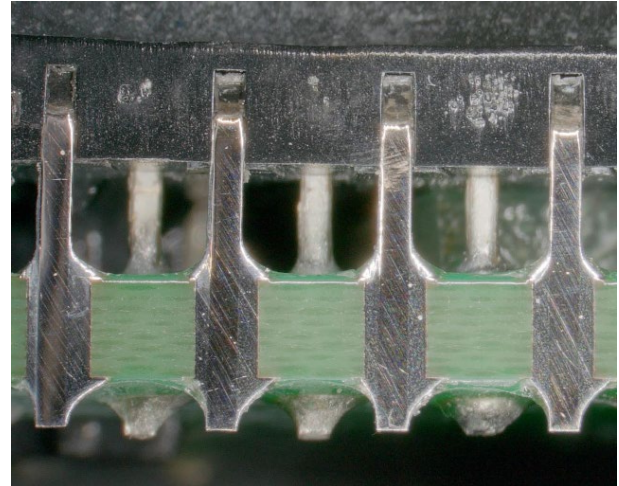

Abbildung 13: Lötergebnis (Querschnitt)
- mindestens 75 % Lötdeckung auf beiden Seiten der Leitungen, siehe Abbildung 13.